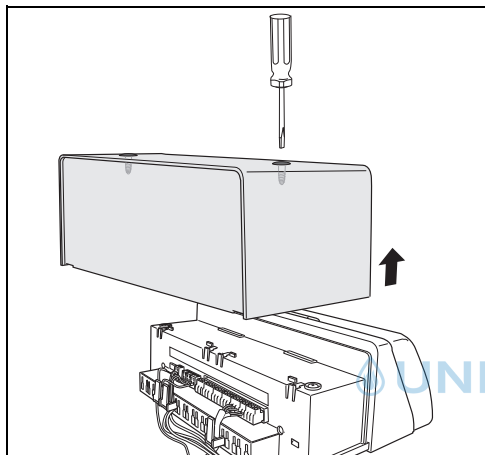

Bild 4 Abdeckhaube abnehmen
- ▶ 2 Schrauben an der Oberseite der Abdeckhaube lösen (→ Bild 4).